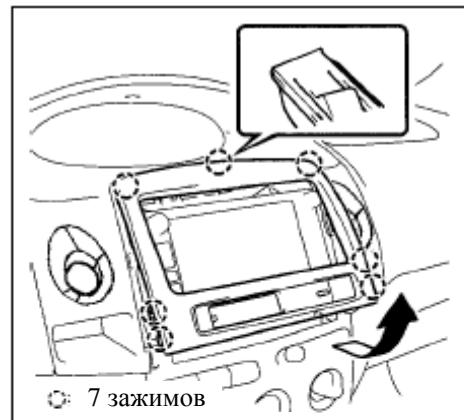

Рис. 529
- Снимите 7 зажимов;(рис. 529)